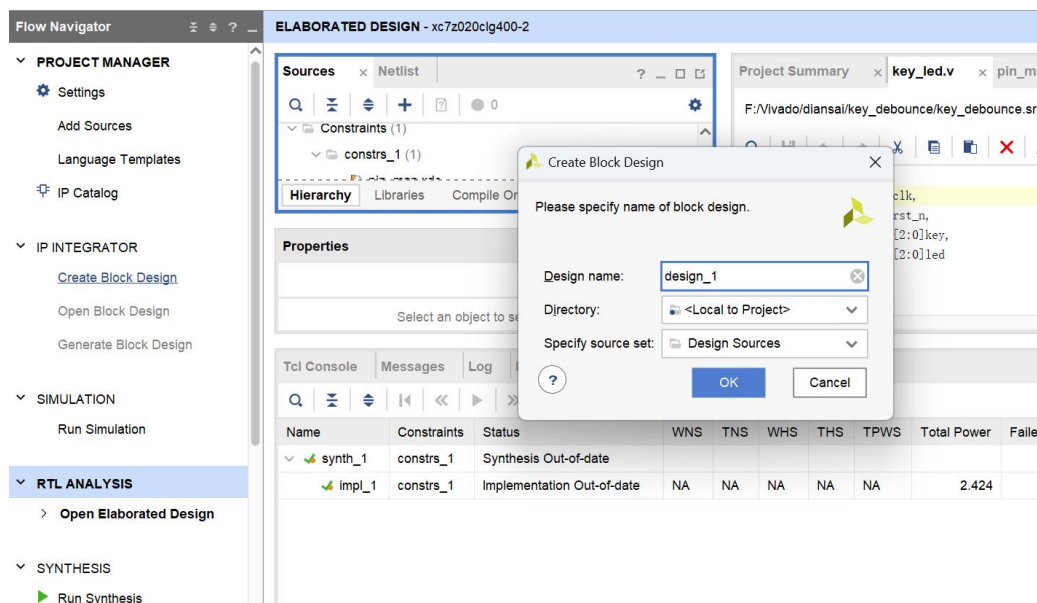

图 1.2.8 创建 BlockDesign
4、如图 1.2.8 所示，点击左侧导航栏（Flow Navigator）中的 IP Integrator 选项下的 Create Block Design。然后在弹出的对话框中输入所创建的 Block Design 的名称，在 Design name 栏中输入“ledBD”，也可以不输入，使用默认名“design_1”，点击“OK”。